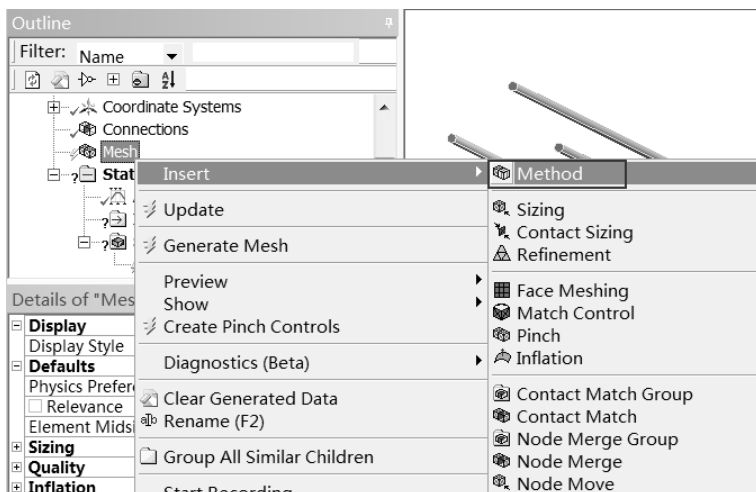

图 19-43 插入网格划分方式
Step1 : 网格设置。在 Project Model (B4) Mesh 选项上右击, 在弹出的如图 19-43 所示的快捷菜单中选择 Insert Method 命令。